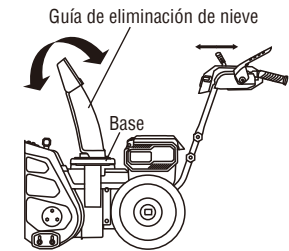

Fig. 10B
1. Para aumentar o disminuir la distancia de lanzamiento de la nieve, tire del asa del deflector hacia atrás o hacia adelante para subir o bajar el deflector (Fig.10B).